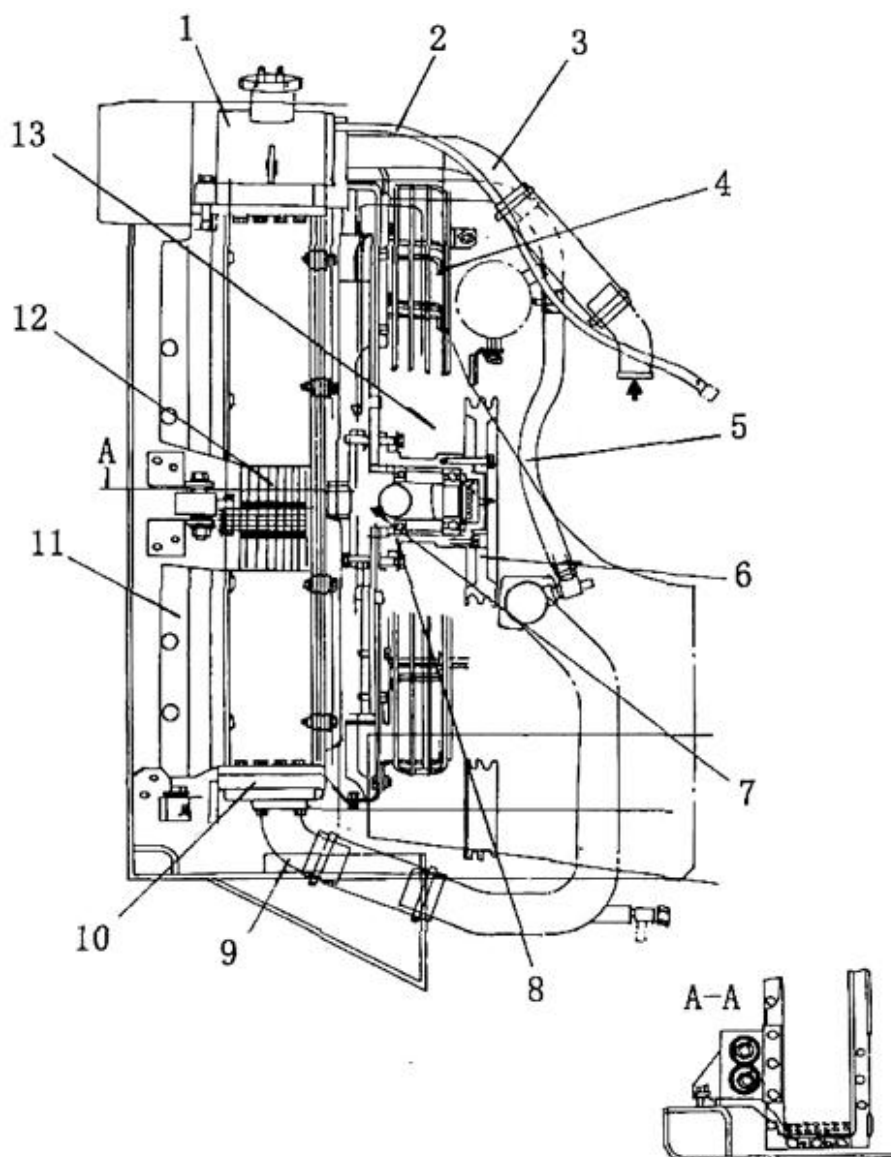

Рис. 5-14
5.1.5 Радиатор в сборе (см. Рис. 5-14)